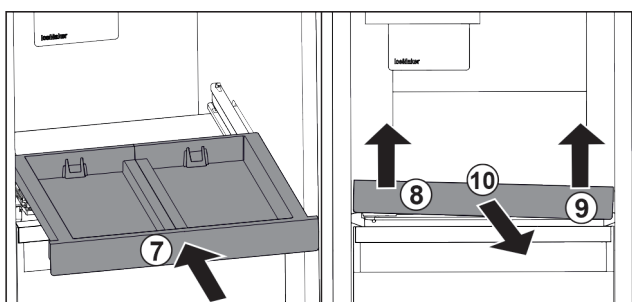

Fig. 171
- ▶ Zasuňte vysouvací přihrádku. Fig. 171 (7)
- ▶ Vysouvací přihrádku vpředu vlevo nadzvedněte. Fig. 171 (8)
- ▶ Vysouvací přihrádku vpředu vpravo nadzvedněte. Fig. 171 (9)
- ▶ Odeberte vysouvací přihrádku směrem dopředu. Fig. 171 (10)